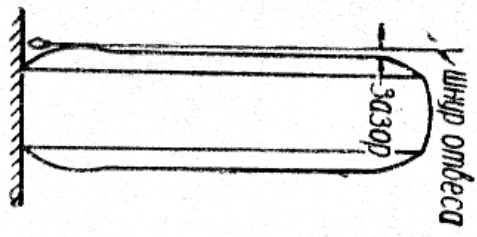

Рис. 55. Проверка развала.
3. Проверьте развал колес с помощью отвеса (рис. 55). Для этого установите колеса так, чтобы точки равного бокового биения шин находились в вертикальной плоскости. Затем коснитесь инуром отвеса шины внизу, в месте ее вздутия. Развал может считаться правильным, если зазор между шиной и шиной в верхней части находится в пределах 0—10 мм как для автомобиля с на-